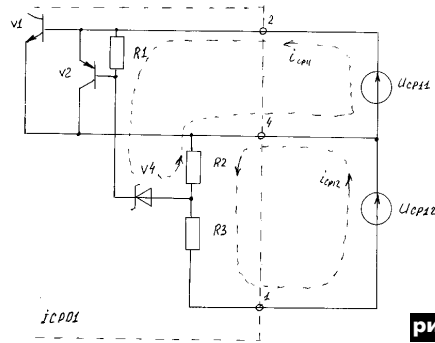

рис. 4
На рис. 4 показана эквивалентная схема формирования импульса отпираания силового транзистора V1 IСР01. До тех пор, пока QР01 не откроется, напряжение на конденсаторе СР11 будет расти. Напряжение ЭДС, накопленное на СР12, формирует отрицательный источник напряжения. При этом во время прямого хода ПН конденсатор СР12 разряжается через делитель напряжения R2, R3 IСР01. Как только условие (1) выполнится, сумма $U_{СР11} + U_{СР12}$ прикладывается к R1, V4, R3, и в результате через стабилитрон протекает ток от двух источников. Падение напряжения на R1 IСР01 прикладывается к V2 и отпира-